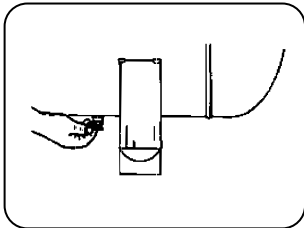

FIGURA 8.1
10. Verifique el funcionamiento de la válvula de seguridad (Figura 8.1) con el producto apagado y el depósito sin presión, para evitar accidentes.
- Drene el condensado (agua) del interior del depósito a través del purgador (Figura 8.1).